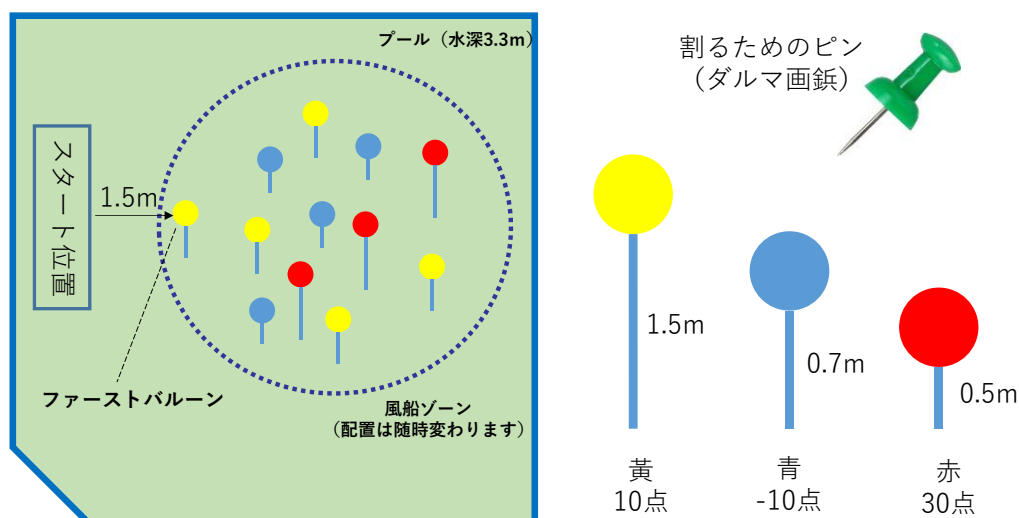

図 6-2 AI チャレンジ部門 水槽競技コース
- ・ 風船を割るために使えるのはピン（ダルマ画鋏）1個だけです（図6-2参照）。ロボットへの取り付け位置は自由です。事故防止のため、競技中以外は先端部をスポンジ等で保護してください。ピンおよび保護用のスポンジは当日配布します。